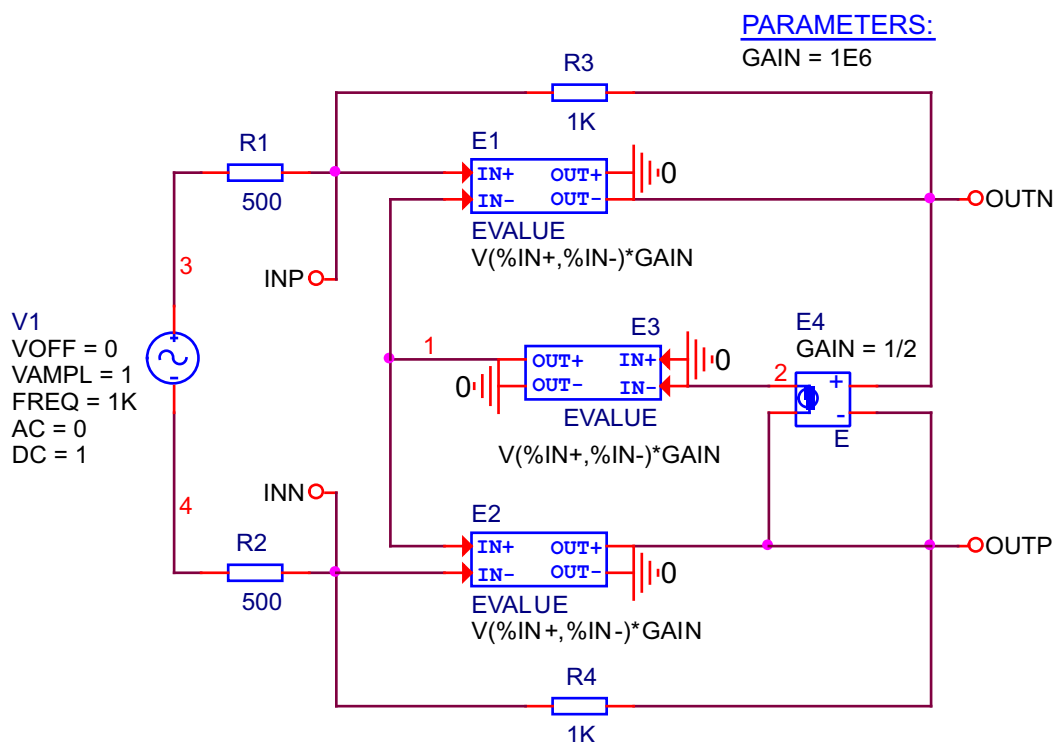

Рисунок 8. Основная схема включения полностью дифференциального ОУ с использованием поведенческой модели OPAMPD1.
Для теоретического подтверждения справедливости выражения (2) для линейизированной поведенческой модели OPAMPD1 воспользуемся системой компьютерной математики Maple с пакетом расширения MSpice [13]. На Рисунок 8 представлена основная схема включения полностью дифференциального ОУ с использованием поведенческой модели OPAMPD1.
ний Кирхгофа для схемы (Рисунок 8) и решим их.